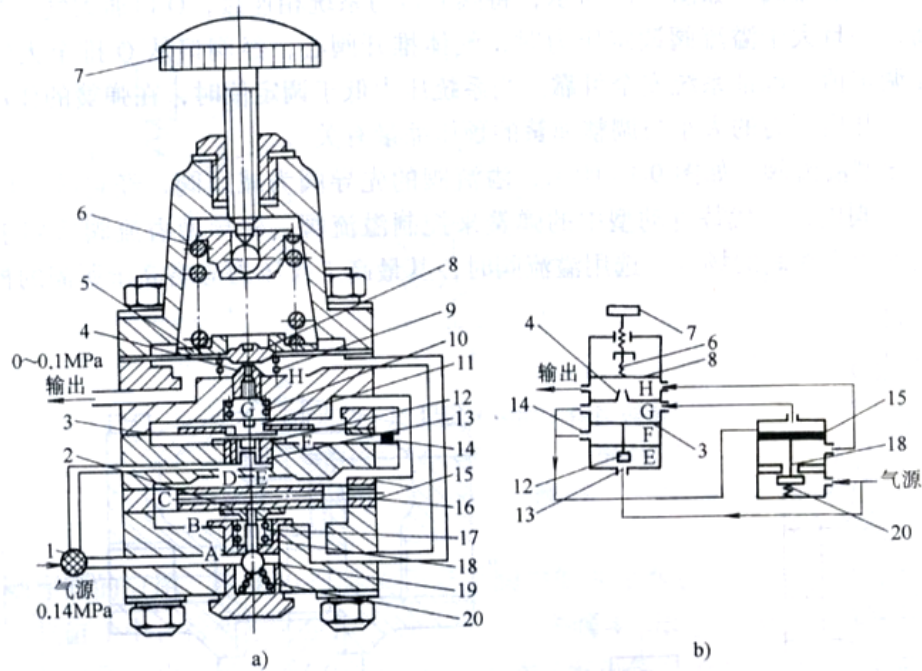

图 9-13 定值器
(3) 定值器
- 定值器即高精度减压阀。构造见图9-13。